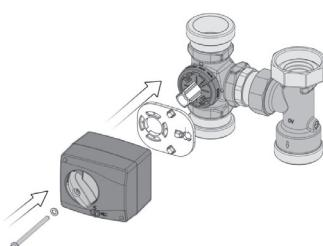

Abb. 19
legen (Abb. 19).
7. Stellmotor auf Adapter (3) aufsetzen (Abb. 19).
8. Schraube (4) mit Fächerscheibe (5) mit einem
Drehmoment von 5 Nm anziehen (Abb. 19).